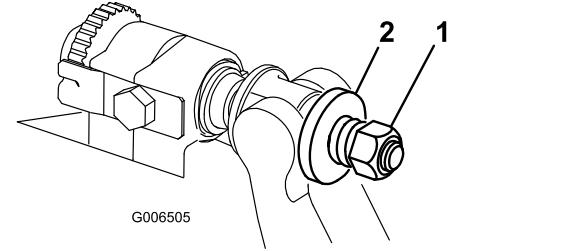

图23
6. 旋紧弹簧加压螺母，直到弹簧完全压紧，然后往回松开 1/2 圈（图23）。